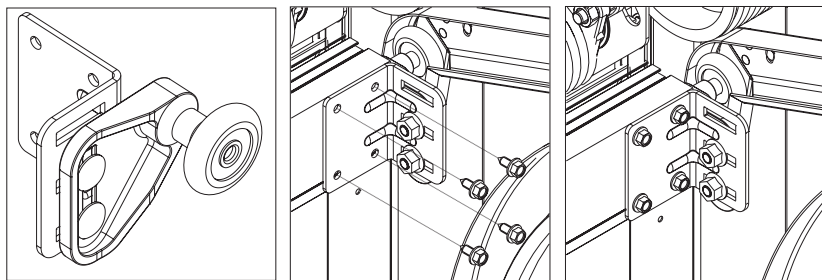

Рис.30
На рис. 30 показана установка верхнего кронштейна на воротах с ручным управлением:
- на воротах с ручным управлением ходовой ролик должен прилегать к профильной части переднего направляющего профиля (рис. 30);